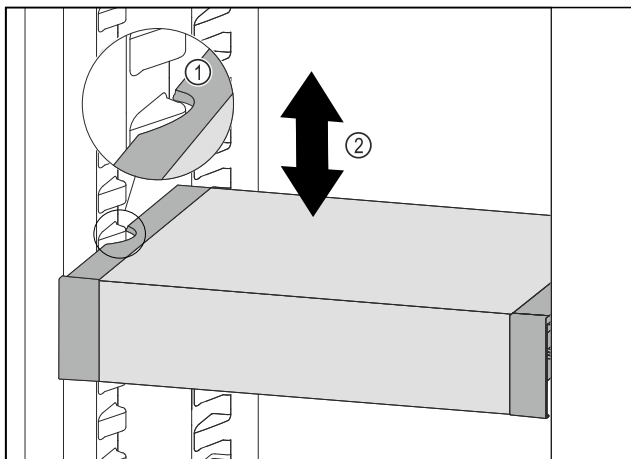

Fig. 57
- ▶ Dra VarioSafe framåt tills sidofördjupningarna på VarioSafe är i samma nivå som behållarlisterna i kyldelen. Fig. 57 (1)
- ▶ Förflytta VarioSafe uppåt eller nedåt i kyldelen tills önskad höjd har uppnåtts. Fig. 57 (2)